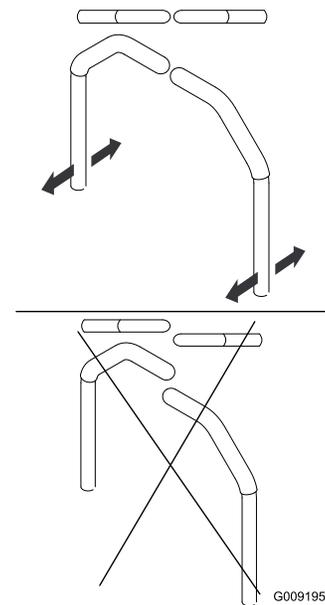

Figura 58
4. Allineate le leve longitudinalmente portandole assieme in posizione FOLLE, fatele scorrere finché non sono allineate e serrate i bulloni (Figura 58).